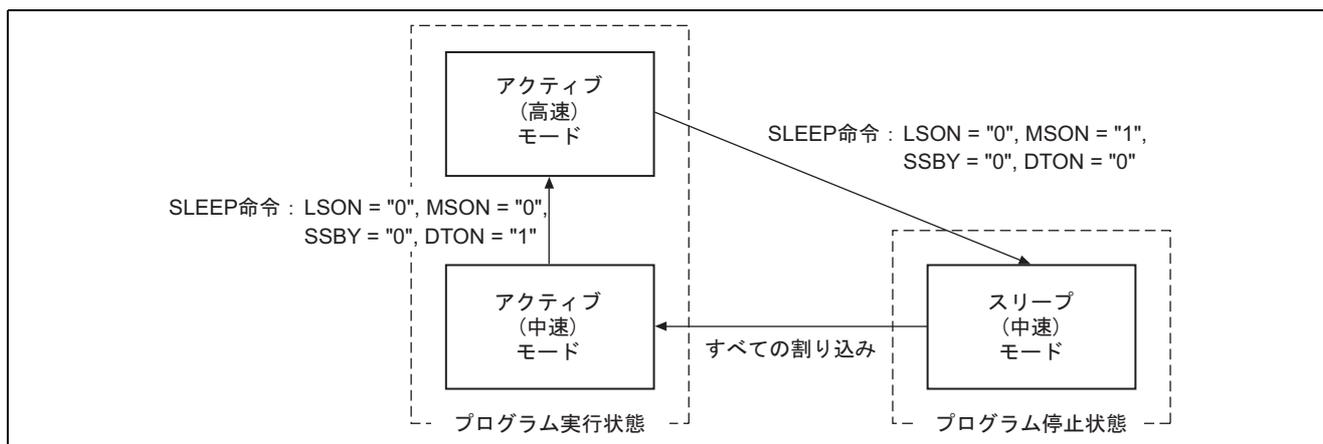

図2 スリープ(中速)モードへのモード遷移図
(1) 本タスク例では、低消費電力モードのスリープ(中速)モードへの遷移を行いません。図2にスリープ(中速)モードへのモード遷移図を示します。以下にスリープ(中速)モード機能の説明を示します。